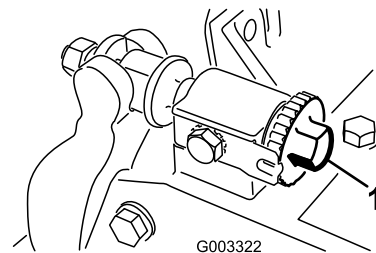

Figura 11
1. Collocate l'apparato di taglio su una superficie piana e orizzontale. Girate in senso antiorario le viti di regolazione della barra di appoggio per accertarvi che la barra di appoggio non tocchi il cilindro (Figura 11).
Importante: Accertatevi che i dadi sull'estremità posteriore delle viti di regolazione della barra di appoggio non poggino sul piano di lavoro (Figura 11).